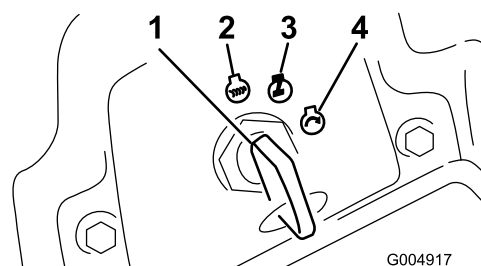

Figure 19
6. Tournez la clé dans le sens horaire en position de marche (Figure 19).
3. Tournez la clé de contact à la position contact coupé (Figure 19). Attendez l'arrêt de toutes les pièces en mouvement avant de quitter la position de conduite.